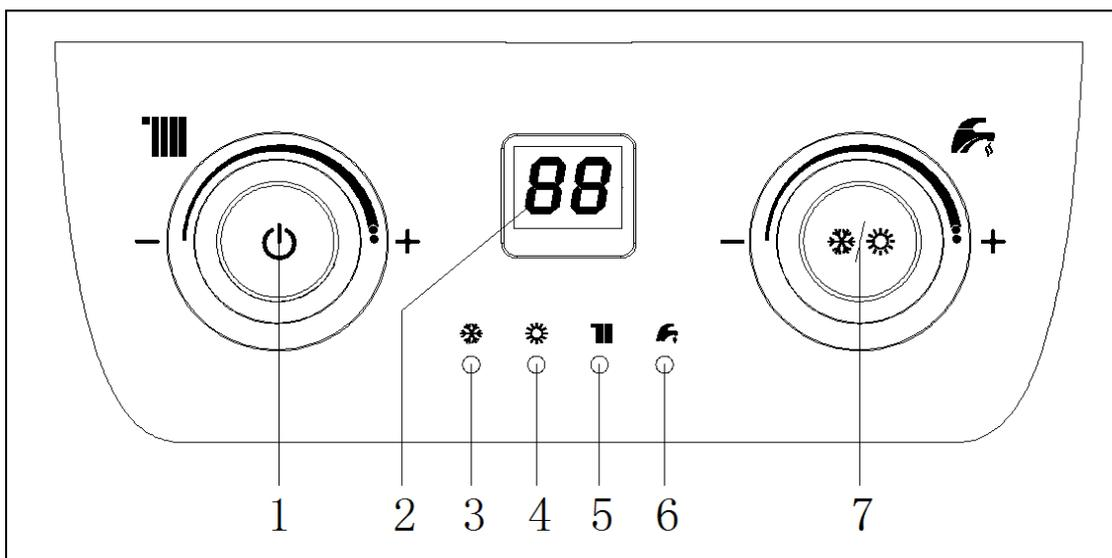

Рис. 7
3.10.1 Вид панели управления модели с цифровым дисплеем (рис. 7, табл. 3)